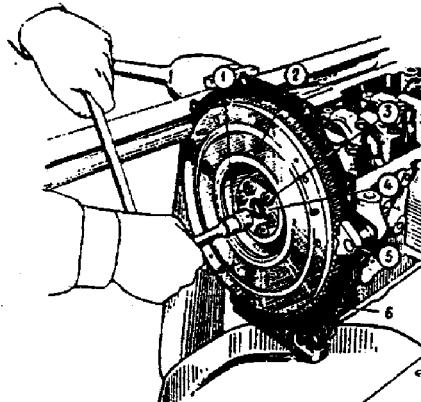

**Fig. 2-9. Remoção da engrenagem da árvore de manivelas.**
18. Utilizando-se do extrator universal A.40005/1/7 do jogo A.40005, remover a engrenagem da árvore de manivelas (fig. 2-9).